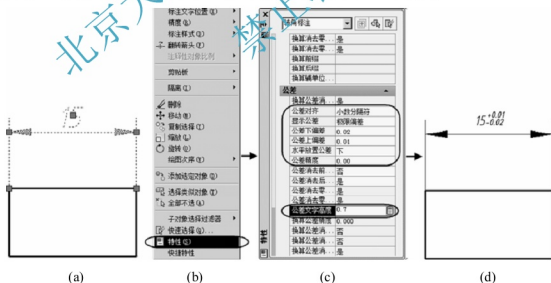

图 6-70 使用【特性】选项板标注尺寸公差过程
(1) 打开【特性】选项板，选中图中需标注公差的尺寸(如图 6-70(a)中的尺寸“15”)，按鼠标右键，在弹出的快捷菜单中，单击【特性】，如图 6-70(b)所示。
(2) 设置公差：在弹出的【特性】选项板中，找到【公差】选项，作如下设置：【公差对齐】选择“小数分隔符”、【显示公差】选择“极限偏差”、【公差上偏差】输入 0.01、【公差下偏差】输入 0.02、【水平放置公差】选择“下”、【公差精度】选择“0.00”、【公差文字高度】输入 0.7，如图 6-70(c)所示。
(3) 按【Esc】键或按住右键，图中被选中对象的“夹点”消失，显示尺寸标注了公差，如图 6-70(d)所示。